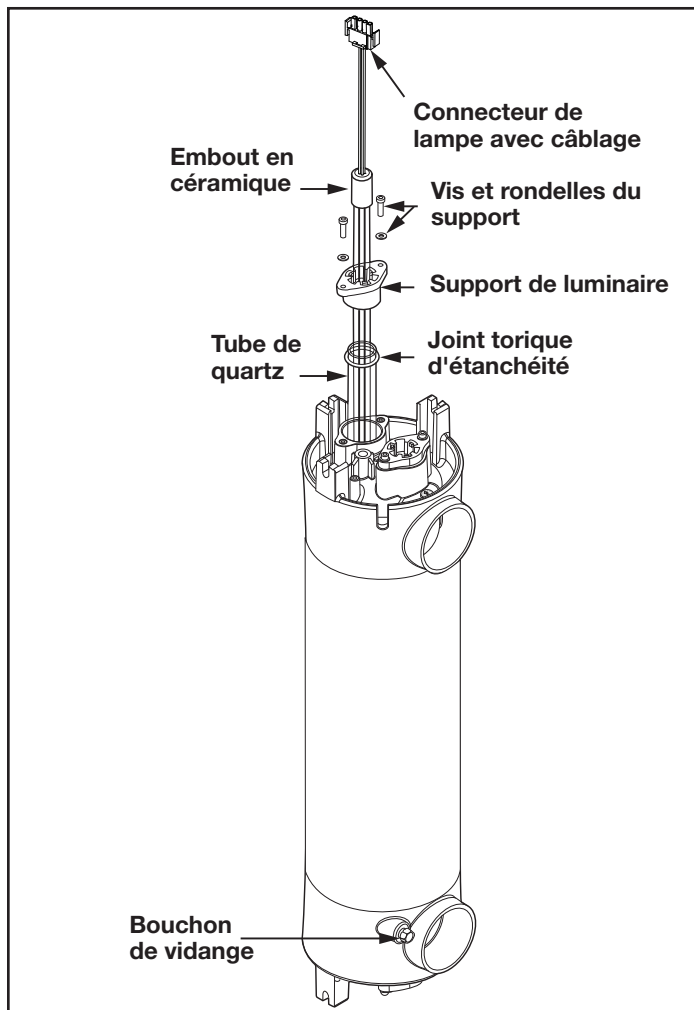

Figure 15. Sous-ensemble du réacteur UV
3. Avant de continuer, laisser suffisamment de temps aux tubes de quartz pour refroidir. Vidanger l'eau du réacteur UV en retirant le bouchon de vidange. Remplacer le bouchon une fois que l'eau a cessé de sortir du réacteur UV. Voir la Figure 15.
4. Saisir les fils de la lampe UV et tirer doucement jusqu'à ce que le haut de la lampe UV ait dépassé les languettes de retenue de la lampe. Voir la Figure 15.
6. Après avoir retiré les lampes, retirer les vis de retenue supérieures de la lampe à l'aide de la clé hexagonale incluse dans le sac de pièces. Placer les vis de retenue de la lampe, les rondelles et le dispositif de retenue de la lampe de côté dans un endroit sûr. Voir la Figure 15.
7. Saisir le tube de quartz par le haut du réacteur UV. Tirer pour le retirer du réacteur UV. Voir la Figure 15.
8. Retirer le joint torique d'étanchéité du haut du tube de quartz. Réserver dans un endroit sûr. Voir la Figure 15.